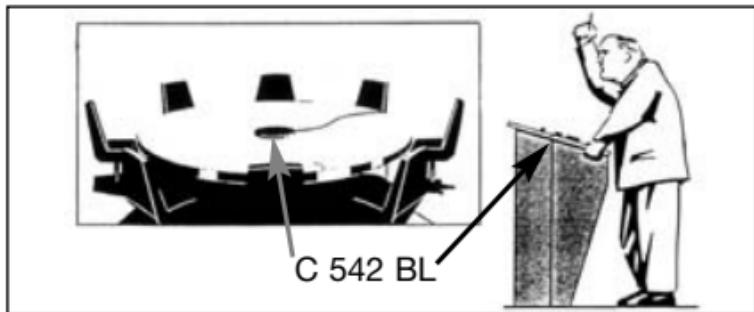

Fig. 5: Posicionar o microfone em mesas
- Veja fig. 5. Pode aplicar o microfone, de maneira quase imperceptível, também em mesas de con-